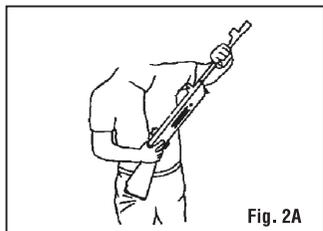
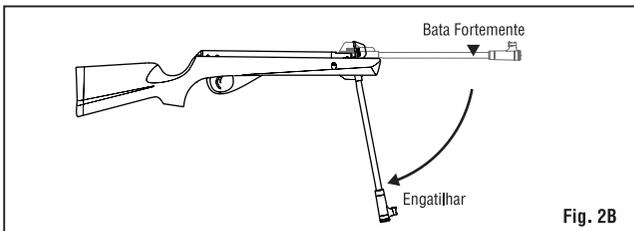

Fig. 2A
Fig. 2B
- Com uma mão segurando a carabina conforme posição da Fig. 2A, bata fortemente com a mão no final do cano. (Fig. 2B)
- Segure perto do final do cano e o empurre firmemente até o fim para executar esta ação. (Fig. 2B)